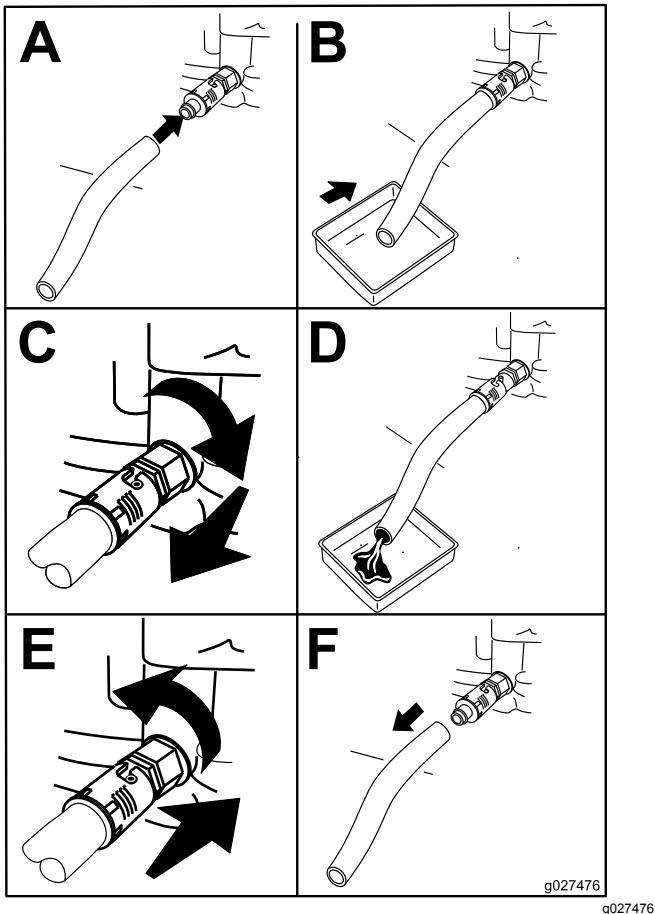

Figura 24
4. Spurgate l'olio dal motore (Figura 24).